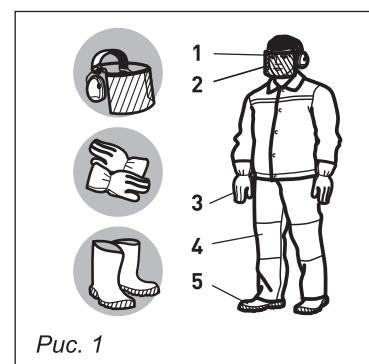

Рис. 1
- Носите прочную рабочую одежду с длинными рукавами, прочные тонкие перчатки, прочную нескользящую рабочую обувь, защитную каску и щиток (рис.1).